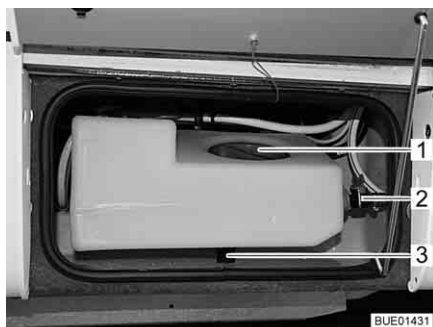
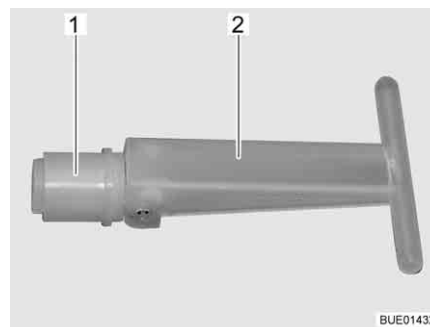

Fig. 197 Réservoir d'eau supplémentaire
Fig. 198 Bouchon de fermeture
Quand le robinet de vidange (Fig. 197,2) est ouvert, la contenance du réservoir d'eau supplémentaire est limitée à env. 30 l ; l'eau en surplus s'écoule. Quand le robinet de vidange est fermé, le volume complet du réservoir est disponible.
Quand on tire sur le bouchon de fermeture (Fig. 198,1) à l'intérieur du réservoir d'eau supplémentaire, l'eau s'écoule par l'orifice d'écoulement (Fig. 197,3). Le bouchon de fermeture est accessible par l'ouverture de service (Fig. 197,1).
- S'assurer que le bouchon de fermeture (Fig. 198,1) est fermé dans le réservoir d'eau supplémentaire (la poignée (Fig. 198,2) est rabattue).
- S'assurer que le robinet de vidange (Fig. 197,2) est fermé.
- Ouvrir l'ouverture de service (Fig. 197,1) dans le réservoir d'eau supplémentaire.
- Placer la poignée (Fig. 198,2) du bouchon de fermeture (Fig. 198,1) à la verticale à travers l'ouverture de service et retirer le bouchon.
- Ouvrir le robinet de vidange (Fig. 197,2) sur le réservoir d'eau supplémentaire.